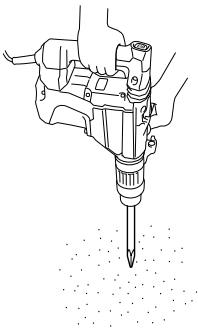

Fig. 11
2. Cómo tallar o demoler (Fig. 11)